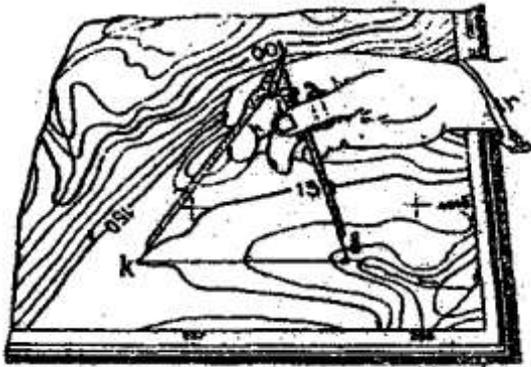
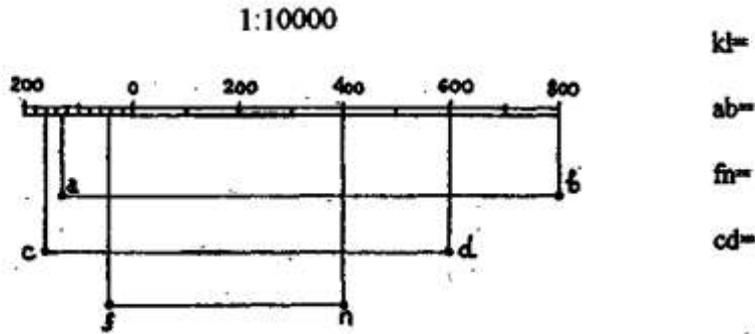

рис. 1.
Рисунок 2
**Задача №4** На карте масштаба 1:10000 (рис. 1) показан раствор измерителя, равный расстоянию между двумя точками карты KL. Используя приведенный ниже график линейного масштаба (рис.2), определите длины горизонтальных приложений линий местности для всех вариантов.